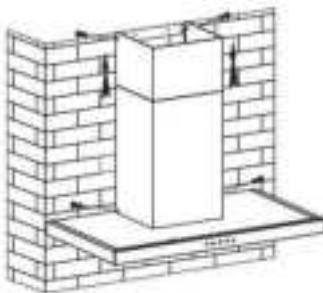

图6
7. 将上装饰罩的高度调整到下装饰罩挂钩的位置，用2颗ST4x8螺丝固定，然后用2颗ST4x8螺丝固定下装饰罩，详见图 6。